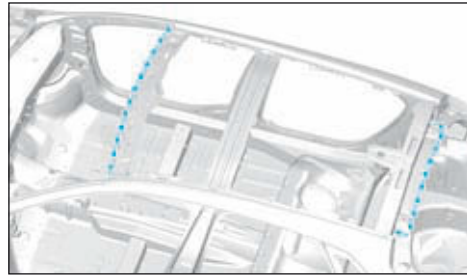
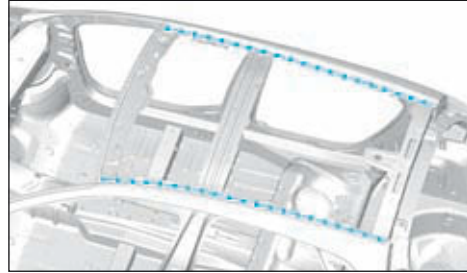

FIG.127
FIG.128
- Préparer les bords d'accostage sur la caisse et les protéger par un apprêt soudable indice "C7" (Fig.127) et (Fig.128).